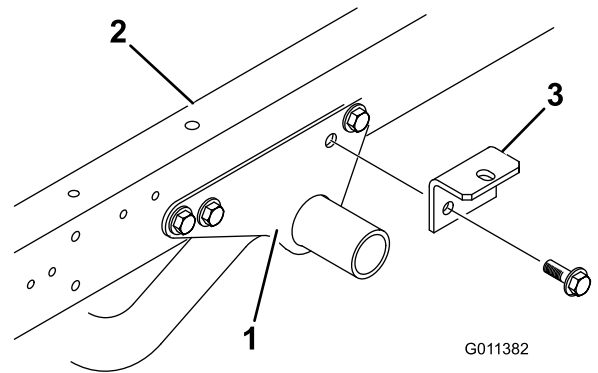

Figura 5
1. Retire los 2 tornillos con arandela prensada y las contratuercas con arandela prensada que sujetan la parte trasera de cada soporte de montaje del bastidor del motor al lado de cada bastidor del vehículo Workman (Figura 5).
2. Sujete provisionalmente un soporte de montaje a cada soporte de montaje del bastidor del motor y al bastidor del vehículo Workman con los 2 tornillos con arandela prensada y las contratuercas con arandela prensada que retiró anteriormente en el paso 1 (Figura 5).